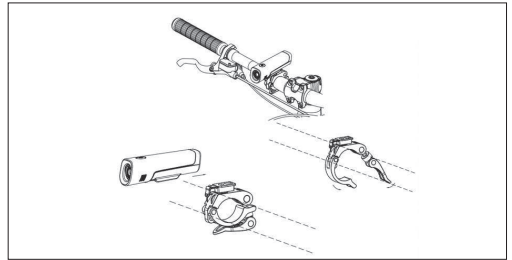

Figure 9-1
- Montez la lumière avant sur le guidon, comme indiqué dans [Figure 9-1].